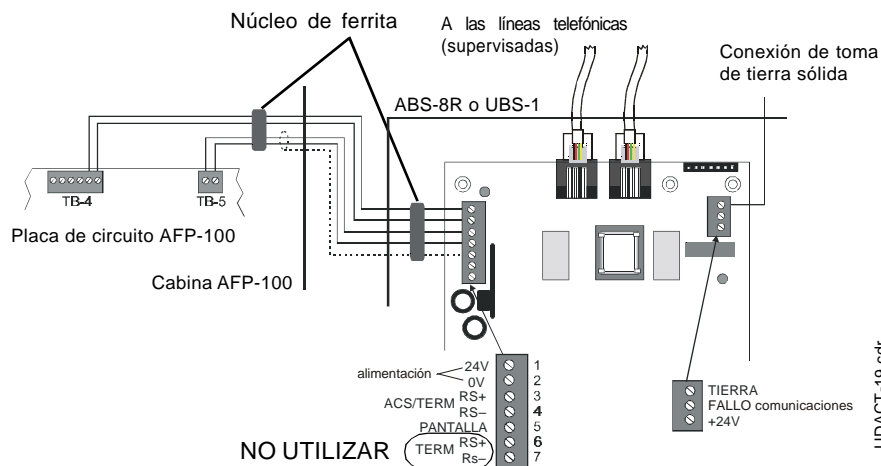

FIGURA 15. UDACT con AFP-100
Consulte la figura 15 si desea más información sobre las conexiones externas.
3. No es necesario utilizar cable apantallado (a menos que lo requieran las normas locales). Si utiliza cable apantallado, conecte únicamente un extremo de la pantalla: a) la pantalla se puede conectar a la cabina (toma de tierra) del panel de control o b) la pantalla se puede conectar al terminal 5 (pantalla) del TB1 en el UDACT, tal y como muestra la figura 15.